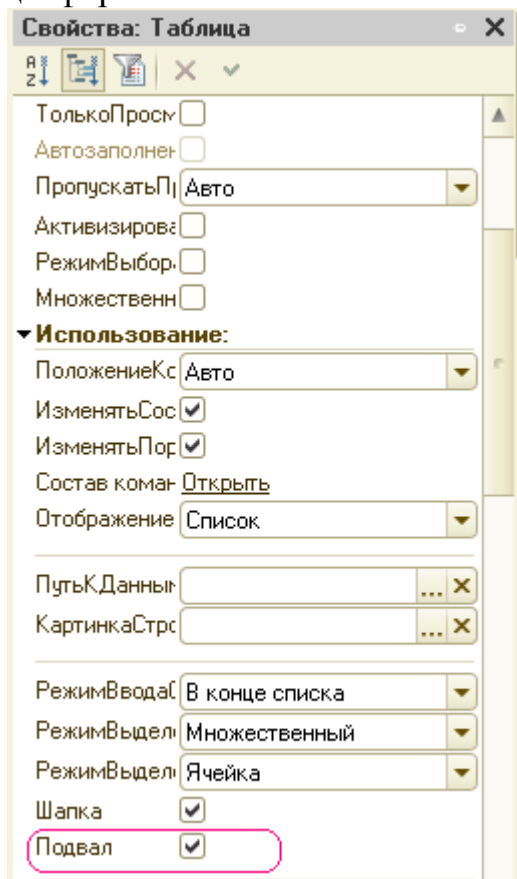

Рисунок 3.28
- **Текст подвала - Всего:** (рис. 3.28).